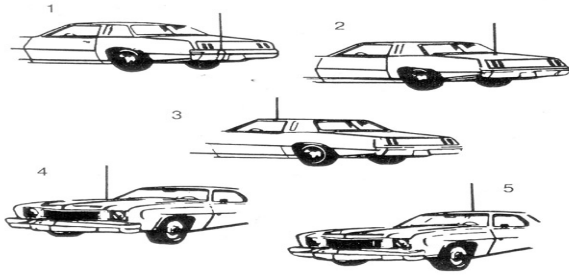

Рис. 3. Типичные места установки автомобильных антенн.
В Си-Би диапазоне наибольшее распространение получили антенны с вертикальной поляризацией. Это связано с тем, что на автомобиле сложно разместить эффективную антенну с горизонтальной поляризацией, а Си-Би связь в основном применяется для мобильных объектов. Из этих же соображений применяются антенны с круговой диаграммой направленности типа "GP" (Ground Plane). В общем случае имеются два типа антенн для мобильных Си-Би радиостанций - полноразмерный штырь длиной 1/4 волны (2,75 м) и укороченная согласованная штыревая антенна (от 0,5 до 1,9 м). Из-за большой длины полноразмерных антенн на автомобилях применяются, в основном, укороченные антенны длиной не менее 1,2 м, в различных конструктивных исполнениях с креплением через отверстие в крыше, на кронштейне за отбортовку водостока или на магнитном основании (см. рис. 3).
На рис. 3 показаны пять типичных мест установки автомобильной антенны: (1) задний бампер, (2) задняя крышка багажника, (3) отбортовка для стока воды, (4) капот, (5) крыша.